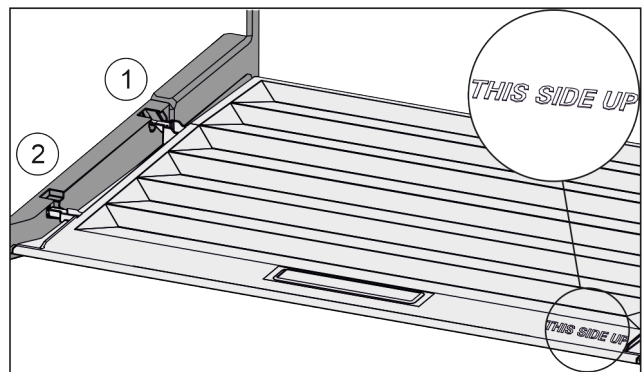

Fig. 94
- ▶ Dekselranden via de opening van de achterste houder Fig. 94 (1) aanbrengen en van voren in de houder Fig. 94 (2) klikken.